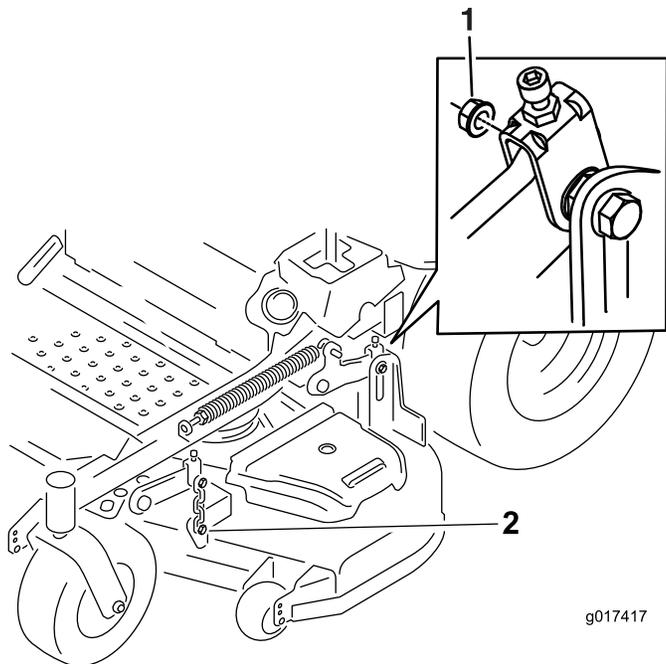

Figura 84
7. Retire y guarde el perno de cuello largo y la tuerca de los accesorios de elevación de la carcasa trasero y delantero en ambos lados de la máquina (Figura 84).